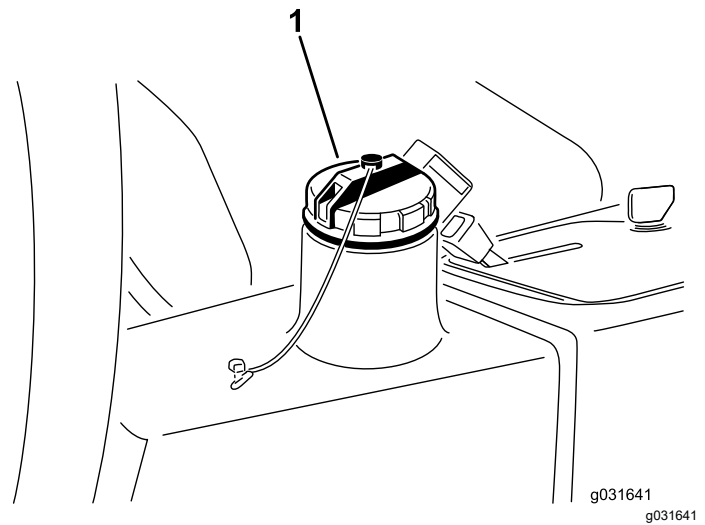

**Figura 64**
2. Desconecte el tubo hidráulico o retire el filtro hidráulico y deje fluir el aceite hidráulico en un recipiente apropiado (Figura 63 y Figura 64).
3. Vuelva a colocar el tubo cuando el aceite hidráulico se haya drenado (Figura 64).